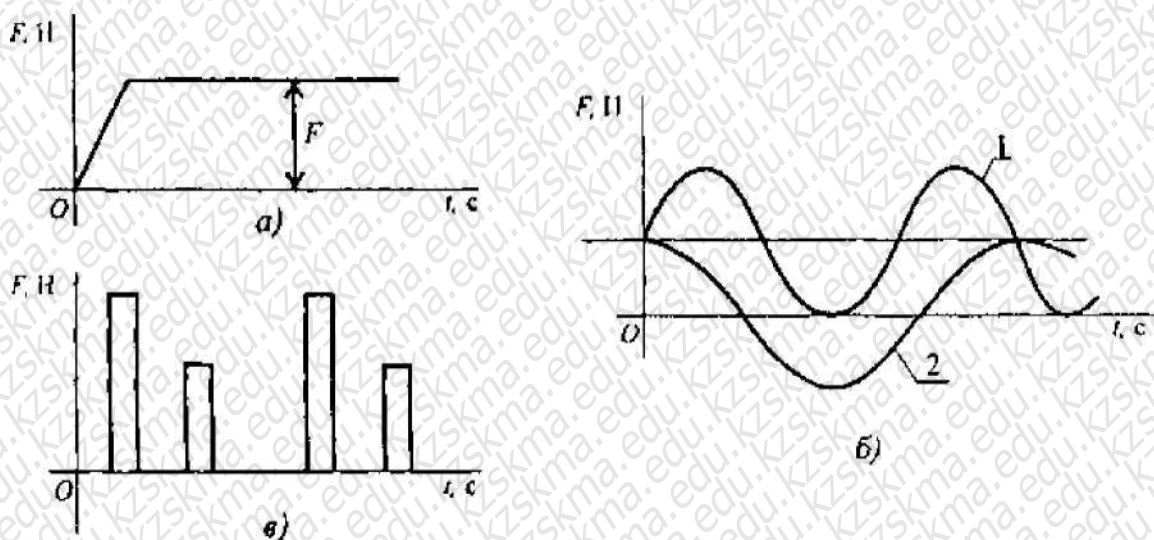

Рисунок 79.
*Статические нагрузки (рис.79) меняются со временем или меняются очень медленно. При действии статических нагрузок проводится расчет на прочность.*
*Повторно-переменные нагрузки (рис.79,б) многократно меняют значение или значение и знак. Действие таких нагрузок вызывает усталость металла.*
*Динамические нагрузки (рис.79,в) меняют свое значение в*